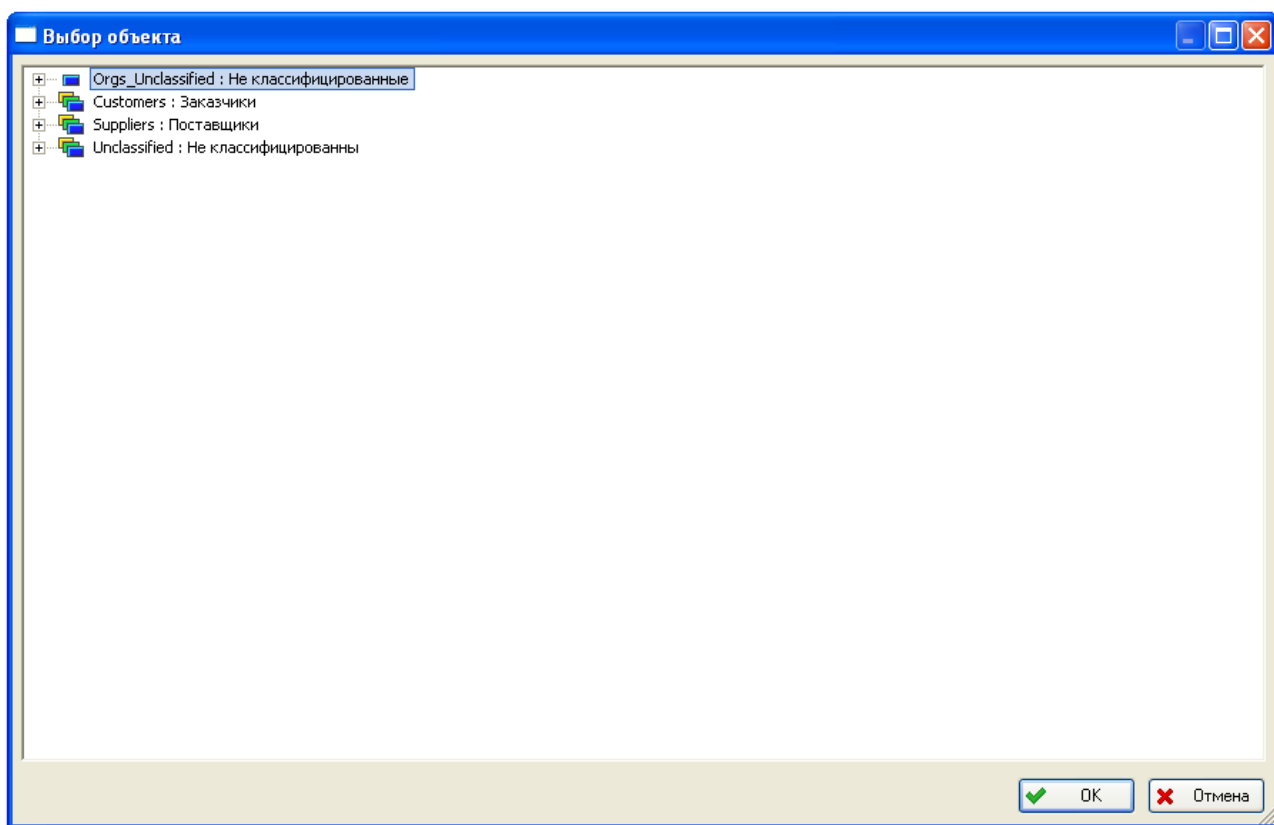

Рис. 4-34
- В поле **Импортировать в:** выберите раздел справочника, в который будут импортированы данные из обменного файла. По умолчанию предлагается импортировать данные в раздел **Не классифицированные**. Для выбора другого раздела нажмите на кнопку , расположенную справа от поля **Импортировать в:**, затем в появившемся окне **Выбор объекта** выберите нужный раздел справочника и нажмите на кнопку **ОК** (рис. 4-34).